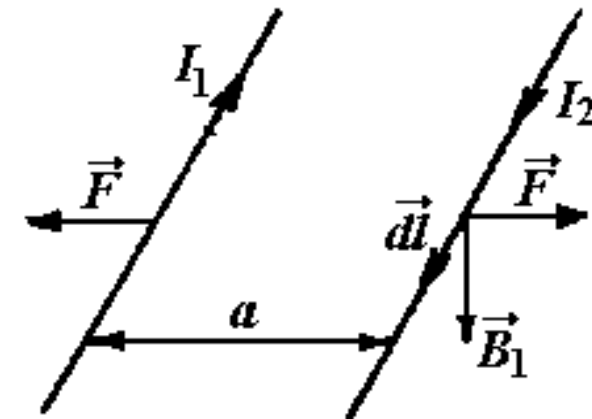

Рис. 9.3
9.3.5. Определить силу взаимодействия двух проводов линии электропередачи постоянного тока  $I_1 = 1000$  А и  $I_2 = -1000$  А, если расстояние между проводами  $a = 0,5$  м, длина линии 100 м (рис. 9.3)